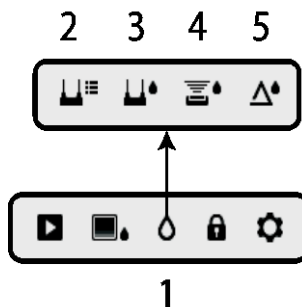

Fig. 5-3 Iconos del modo de humedad
Desde el menú principal, seleccione el icono del modo HUMEDAD (1). Consulte la Fig. 5-3. Luego elija entre las cuatro opciones de modo de Humedad (Conceptos 2, 3, 4 y 5) como se describe a continuación.